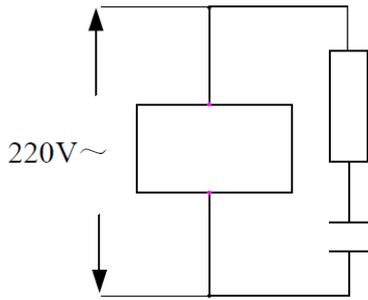
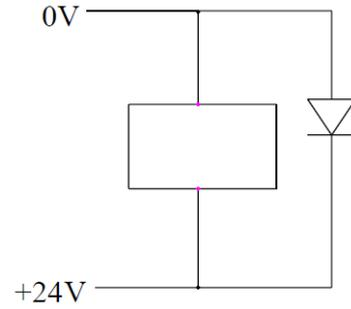
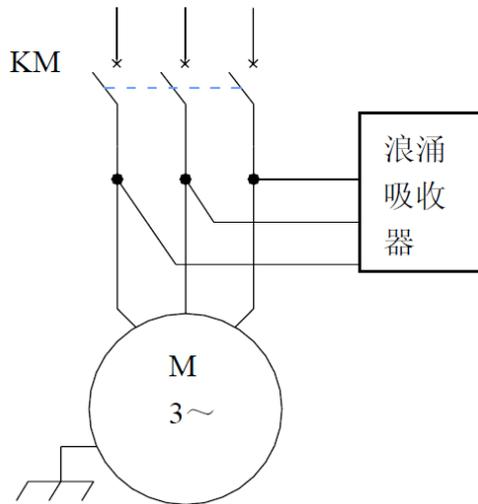

图 1-3
图 1-4
图 1-5
- 3、抑制干扰：在交流线圈两端并联RC 回路（如图1-3），RC 回路安装时要尽可能靠近感性负载；在直流线圈的两端反向并联续流二极管（如图1-4）；在交流电机的绕组端并接浪涌吸收器（如图 1-5）。